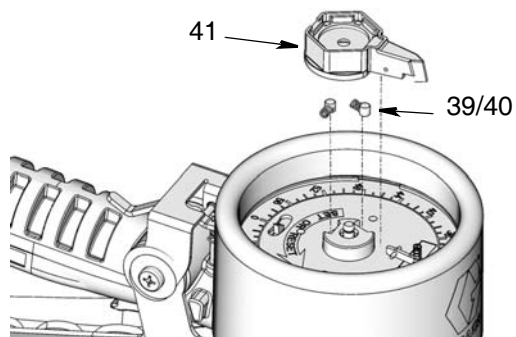

FIG. 27
- Retirez le pointeur du pointeau (41), les ressorts (39) et les goupilles (40) (FIG. 27).